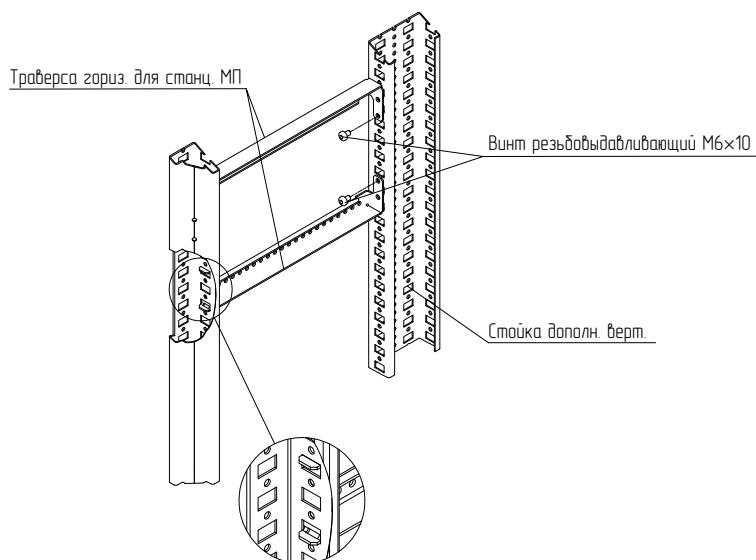

Рисунок 67
4.23.3 Закрепить на нужной высоте траверсы горизонтальные для стационарных МП винтами М6×10 между стойкой каркаса и стойкой дополнительной вертикальной (рисунок 67). Момент затяжки – 7 Н·м.